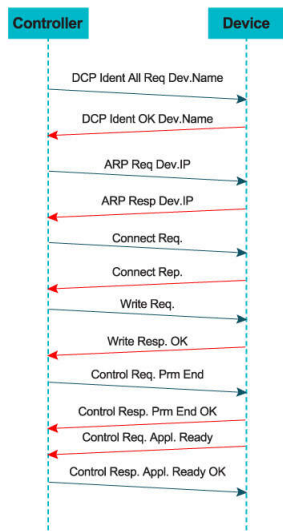

图 3. PROFINET 启动序列
正确配置器件的地址后，IO 控制器会启动连接建立。此过程主要包括建立应用关系 (AR) 及其相应的通信 (CR) 以及 IO 器件上配置的子模块的参数化。图 3 展示了 PROFINET 启动序列。